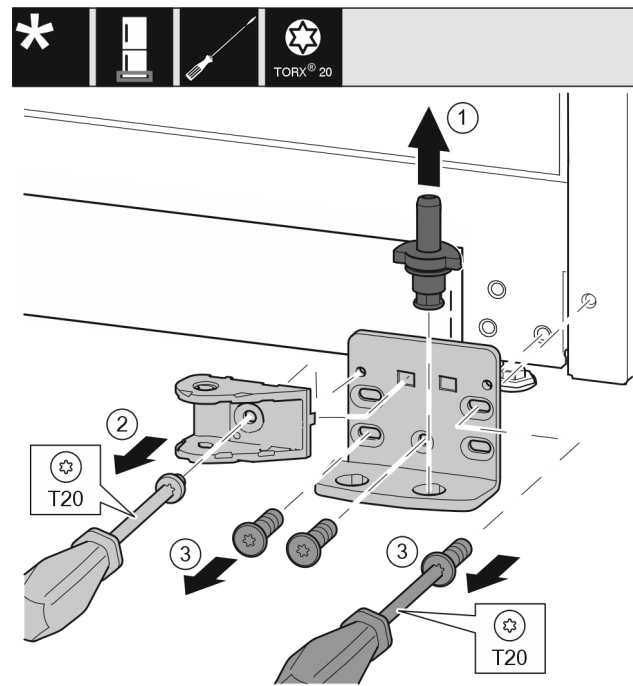

Fig. 34 *
- ▶ Húzza ki teljesen a csapszeget felfelé. Fig. 34 (1)*
- ▶ Csavarja ki a csavart a T20 csavarhúzóval, és vegye le a záráscsillapítót. Fig. 34 (2)
- ▶ Csavarja ki a csavarokat a T20 csavarhúzóval, és vegye le a csapágybakot. Fig. 34 (3)*